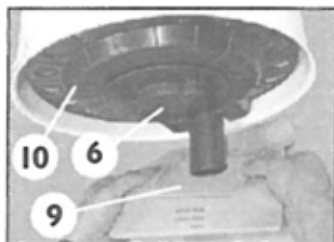

Figure 11
Les centrales de la série C fabriquées après l'année 2000 sont équipées d'une option pour un sac à poussière. Des kits d'installation de sacs à poussière sont disponibles auprès des détaillants bien équipés, numéro de produit 81031. [Figure 11 ; enlevez le récupérateur de poussière (9), dévissez l'écrou de retenue (6) sous le filtre, enlevez le soutien du récupérateur de poussière [la plaque perforée] (10) et retirez le filtre. Les manuels d'installation plus précises se trouvent dans l'emballage du kit d'installation du sac à poussière.]